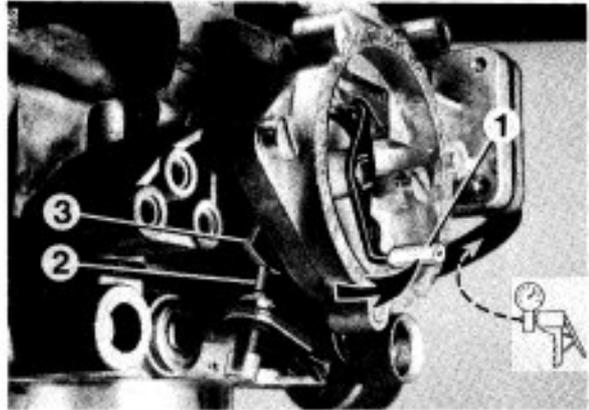

Bild 30
(Bild 30, 31)
- Handunterdruckpumpe gemäß Bild 30, 31 anschließen und Druckdifferenz herstellen.
## 5.3 Starterklappenspalt (Bild 30, 31)